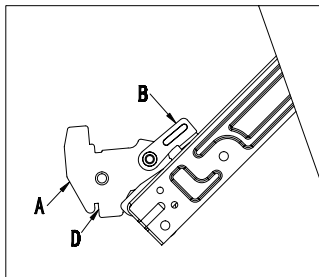

Рис. 11-1.
- Полностью откройте дверь и поднимите 2 рычага «В» (рис.11-1);